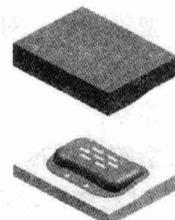

图 1.18 移动型腔
(4) 在该对话框中选择 **移动对象** 单选项，沿 Z 方向向上移动 100mm，单击 **确定** 按钮，结果如图 1.18 所示。